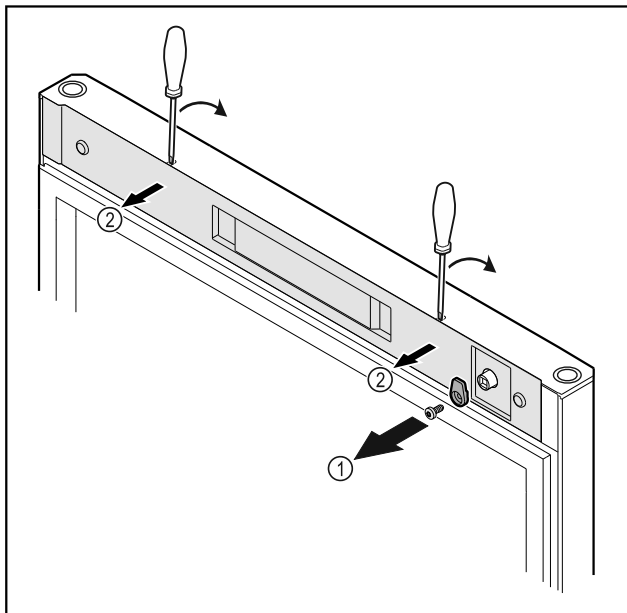

Fig. 16
- ▶ Sluithaak Fig. 16 (1) losschroeven.
- ▶ Afdekking Fig. 16 (2) met een kleine schroevendraaier losmaken en verwijderen.